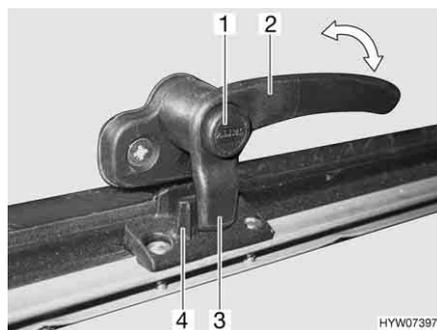
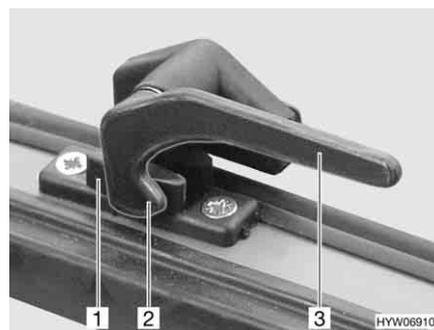

Bild 86 Verriegelungshebel mit Sicherungsknopf in Stellung "geschlossen"
Bild 87 Verriegelungshebel in Stellung "geschlossen"
- Wenn vorhanden, Sicherungsknopf (Bild 86,1) drücken und gedrückt halten.
- Alle Verriegelungshebel (Bild 86,2 oder Bild 87,3) eine viertel Umdrehung zur Haubenmitte hin drehen.
- Alle Verriegelungshebel (Bild 86,2 oder Bild 87,3) eine viertel Umdrehung zum Rahmen hin drehen. Die Verriegelungsnase (Bild 86,3 oder Bild 87,2) liegt auf der Innenseite der Haubenverriegelung (Bild 86,4 oder Bild 87,1).
- in Stellung "fest verschlossen" (Bild 86 und Bild 87)